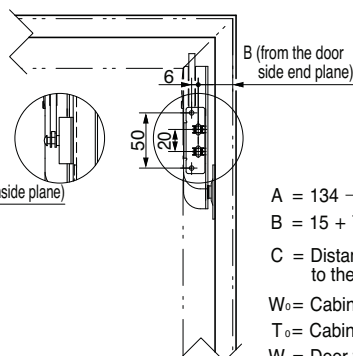
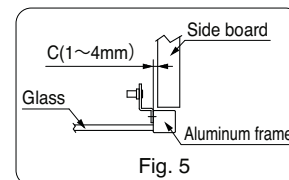

Fig. 4
Fig. 5
本図は木扉、45mm 幅アルミ枠扉、(HDSN-SZ)の取付寸法図です。20mm 幅アルミ枠扉 (HDSN-AZ) は図4、図5を参照ください。
HDSN-AZ 座金⑦をご使用の場合、取付ねじは付属していないため、別途ご用意ください。(推奨 M3.5 ~ 4) ご用意いただいた取付ねじで規定位置 (図 4. 参照) に確実に固定してください。
※ HDSN-AZ 座金⑦は、図 5 に示す側板とアルミ枠側面の距離 C の寸法を 1mm から 4mm の範囲内で設定してください。
This drawing shows the case of installation to solid wooden door or 45mm width aluminum frame door (HDSN-SZ). As for the case of installation to 20mm width aluminum frame door (HDSN-AZ), refer to Fig. 4 and 5.
The fixing screws are not supplied. Prepare them separately (M3.5-4 is recommended). Fix the HDSN-AZ mounting plate (7) with the prepared fixing screws firmly. (Fig. 4)
※ The HDSN-AZ mounting plate (7) should be mounted so that the distance (C) between the side board inside surface and the aluminum frame side surface be in the range of 1~4mm. (Fig. 5)
Step 3. Put the hole of the HDSN-30 side body (1) to the axis of the body mounting plate (2), insert the unit body up to the root of the plate making click.